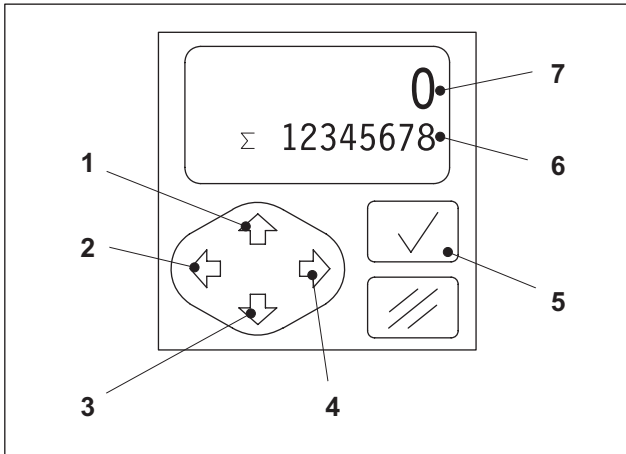

Abb. 47 Auflagenzähler
Nach dem Einschalten der Maschine mit dem Hauptschalter erscheint im Display der Totalisatorstand (Abb. 47/6), darüber in der Auflagenanzeige die Ziffer "0" als eingegebene Auflagenhöhe (Abb. 47/7). In dieser Einstellung (Taste *Restauflage* nicht gedrückt) zeigt das Display die Anzahl der gedruckten Bogen.
1. Drücken Sie eine der waagerechten Pfeiltasten (Abb. 47/2 oder 47/4). In der Totalisatoranzeige (Abb. 47/6) erscheinen 6 Nullen. Linke Pfeiltaste (Abb. 47/2) gedrückt: die erste Stelle blinkt, rechte Pfeiltaste (Abb. 47/4) gedrückt: die letzte Stelle der Anzeige blinkt.
3. Drücken Sie die senkrechten Pfeiltasten (Abb. 47/1 oder 47/3), um den Wert an der ausgewählten Stelle zu verändern.
5. Speichern Sie die eingegebene Auflagenhöhe mit der Taste *Eingabe* (Abb. 47/5). In der Totalisatoranzeige (Abb. 47/6) erscheint wieder die Gesamtdruckzahl der Maschine.
In der Auflagenanzeige (Abb. 47/7) erscheint "0". Wenn Sie in den Fortdruck gehen, zählt der Zähler vorwärts und zeigt die Anzahl der gedruckten Bogen an.